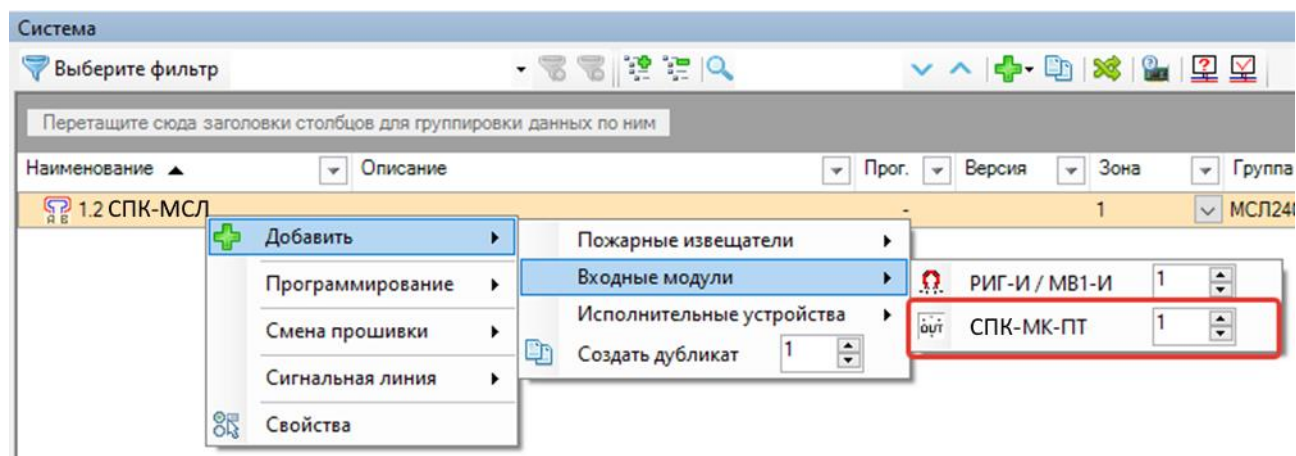

Рис. 49
2. Если МК-ПТ вар. П не подключен в линию, добавление в ПО происходит "вручную" (см. рис. 49), а адрес устройству присваивается программатором Аврора-3П (Программатор-А).